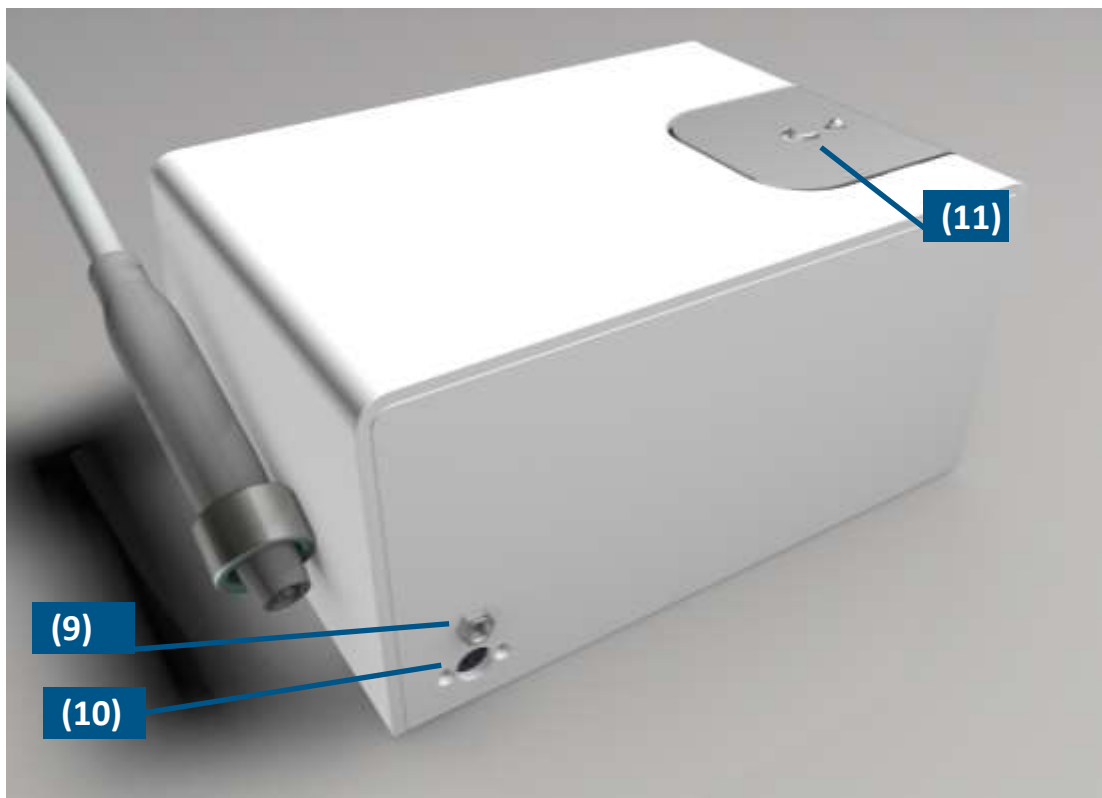

Fig. 3: Anslutningar på baksidan av enheten
2. Anslut den valfria fotpedalen till kontakten på baksidan av enheten (Fig. 3).
2. Sätt i den lilla strömkontakten i strömförsörjningsporten på enhetens baksida (Fig. 3).